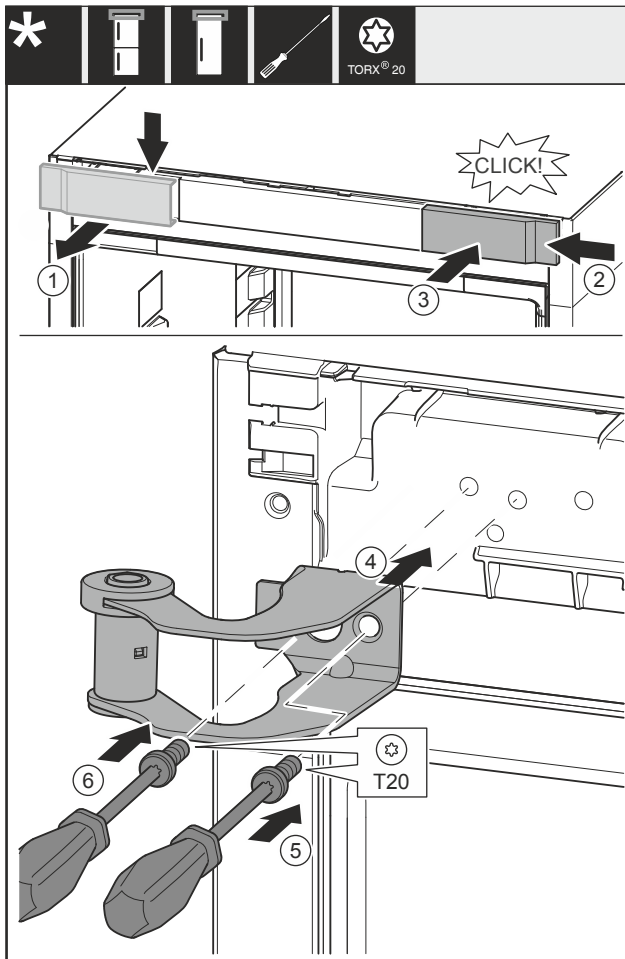

Fig. 14
- Retirer le couvercle Fig. 14 (1) depuis le haut vers l'avant.
- Accrocher le couvercle Fig. 14 (2) tourné de 180° de l'autre côté depuis le côté droit.
- Enclencher le couvercle Fig. 14 (3).
- Poser le support de palier supérieur Fig. 14 (4).
- Visser la vis Fig. 14 (5).
- Visser la vis Fig. 14 (6).